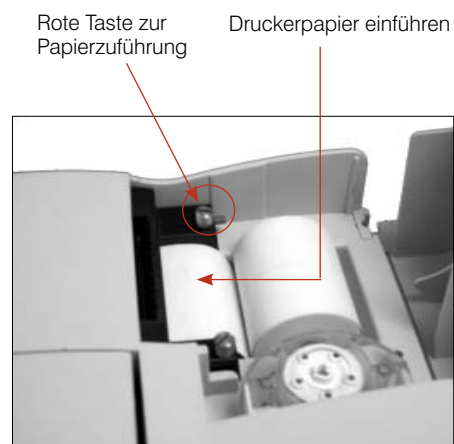

Abbildung C-4: Thermodrucker
2. Drücken Sie die rote Taste zur Papierzuführung, um evtl. noch vorhandenes Papier auszuwerfen (Abbildung C-4).
5. Wenn das Analysegerät eingeschaltet ist, führen Sie das Papier in den Zufuhrschlitz des Analysegerätes ein (Abbildung C-4).